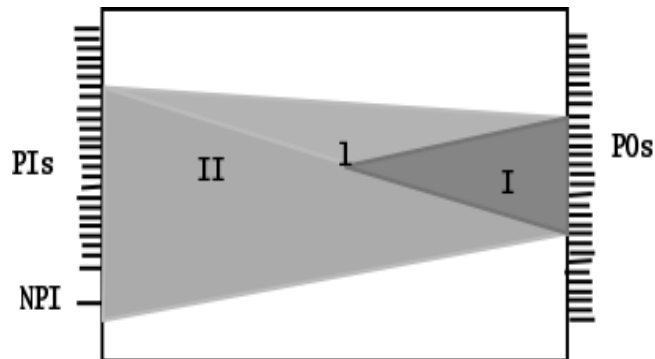

Figure 3: Régions sous influence d'un point de contrôle sur la ligne 1
A la différence d'un point d'observation qui n'affecte que l'observabilité du cône d'entrée, un point de contrôle influence la contrôlabilité **et** l'observabilité de régions du circuit. En effet l'observabilité d'une ligne dépend de la contrôlabilité des autres lignes. Ainsi, un changement de contrôlabilité implique un changement d'observabilité. En fait un changement de contrôlabilité implique une **diminution** de l'observabilité du cône d'entrée où le point de contrôle a été ajouté. La zone (I) de la figure 3 indique la région du circuit où la contrôlabilité des lignes a changé à cause de l'augmentation de contrôlabilité de la ligne 1. La zone (II) montre la région où l'observabilité des lignes a changé.